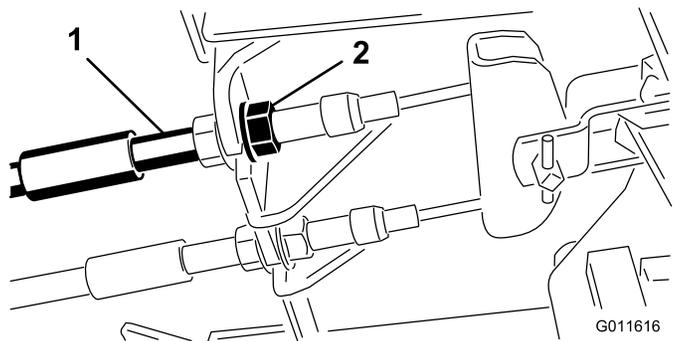

图 97
1. 要缩短刹车踏板的自由行程可以通过松开刹车拉线螺纹端的前螺母紧固刹车图 97。